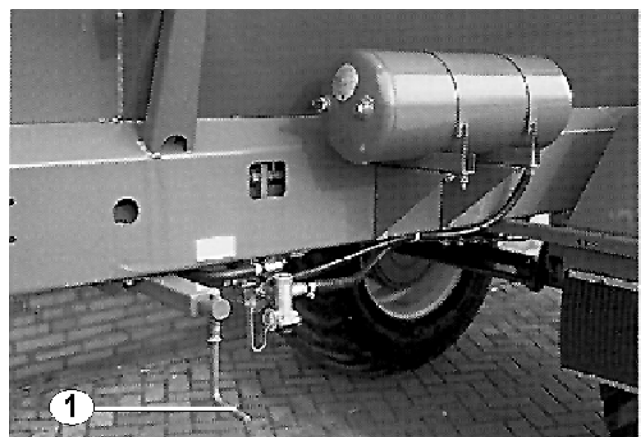

Fig. 14
- Handkurbel (Fig. 14) seitlich am Fahrrahmen bis zum Anschlag links herum drehen.
- Feststellbremse (Fig. 14/1) lösen: